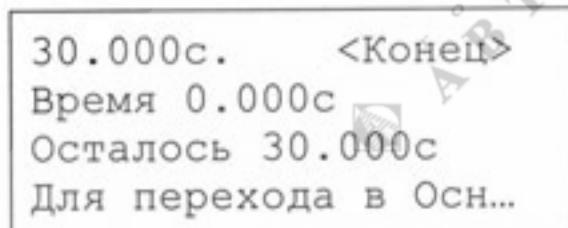

Рисунок 9.1.
9.2.При включении установки на табло блока таймеров высветиться Рабочее меню (рис. 9.1).
- В рабочем меню (рис. 9.1) нажать клавиши (1), (5), (9),(13), соответствующие интервалам 1, 3, 30, 60 минут. Далее нажать клавишу «Пуск» (8).